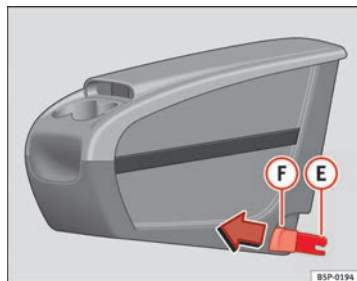
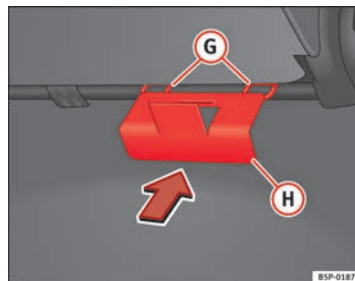

Fig. 113 Portaobjetos móvil. Montaje
Fig. 114 Placa de fijación del portaobjetos móvil
- Coloque desde el interior del vehículo, la placa de fijación ⑧ ⇒ fig. 114 del portaobjetos móvil, por la parte posterior del asiento. Debe estar situada entre el respaldo y el cojín, en la zona de la plaza central.
- Encare las dos piezas de fijación **(E)** ⇒ fig. 113, con las dos anillas de fijación **(G)** ⇒ fig. 114 y presione con fuerza hasta que las dos pinzas clipen totalmente con las anillas.
- Tire de cada uno de los botones ⇒ fig. 113 **(F)** de las pinzas (botones rojos) hacia delante, hasta oír que ha desclipado.